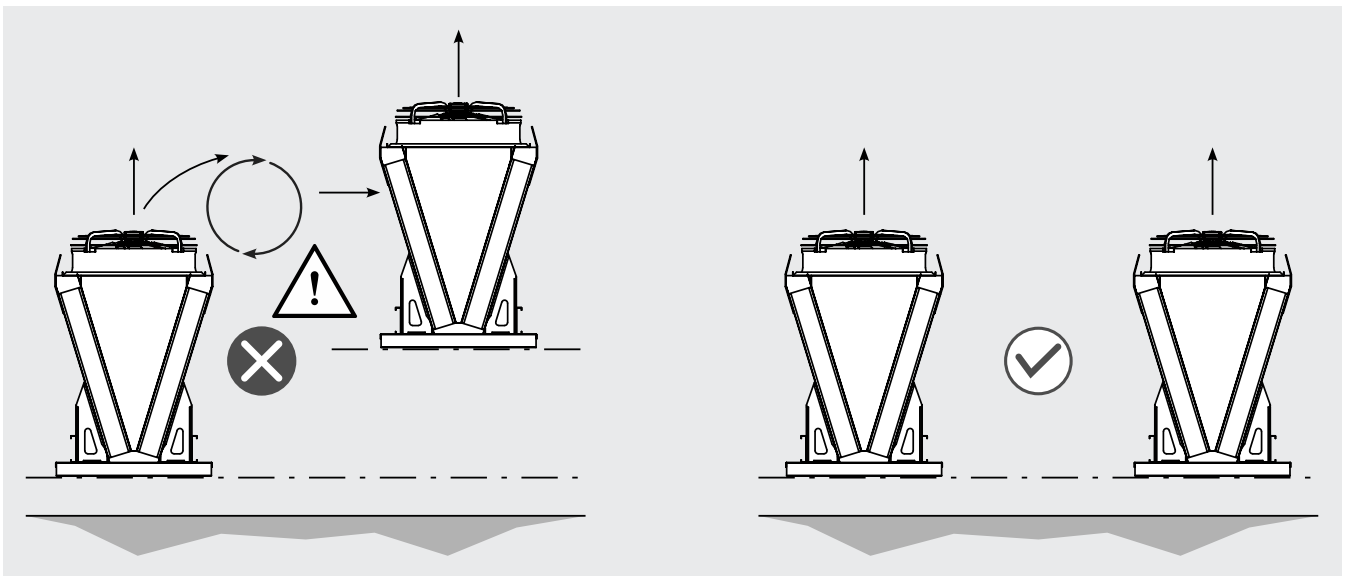

Abbildung 5
- 4.6 Die Modelle müssen alle so installiert werden, dass sich die Ventilatoren auf gleicher Höhe befinden, um Luftrückströmungen zu vermeiden. Siehe Abbildung 5.